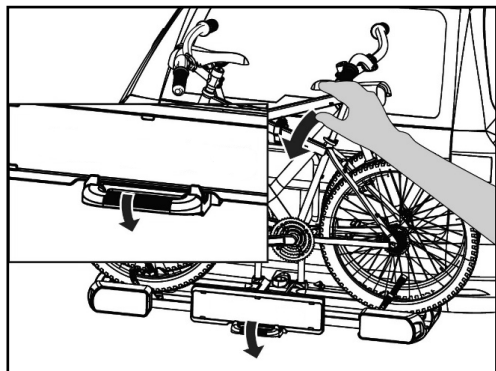

Figure 27: Basculement du porte-vélos
- Lors du rabatement, tenez le porte-vélos par le vélo. Retirez le verrouillage avec le pied et faites basculer le porte-vélos vers le bas avec la main (Fig. 27).